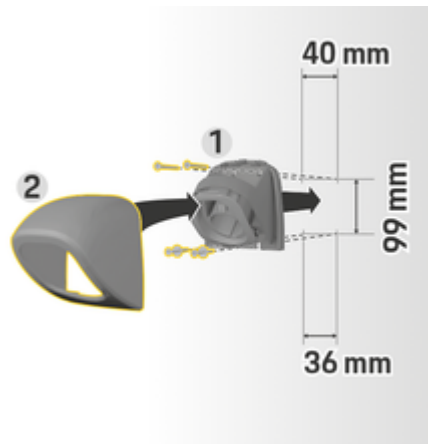

Fig. 5: Cotes de perçage
1. Retirez le support de prise **1** du couvercle (Fig. 5) **2** (Fig. 5).
4. Vissez le support de prise **1** (Fig. 5) dans le mur.
5. Placez le couvercle **2** (Fig. 5) sur le support de prise **1** (Fig. 5) par le bas et pressez vers le haut.